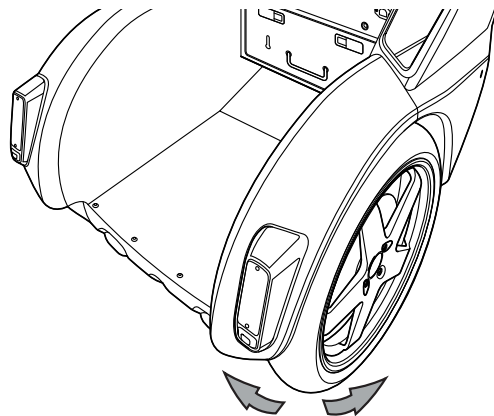

図 47: タイヤ / ホイールアセンブリのぐらつきを点検する
3. タイヤ / ホイールアセンブリをつかんで左右に振ってみることにより、ホイールがぐらついていないかどうかを確認します (図 47)。タイヤ / ホイールアセンブリは左右に振れてはいけません。